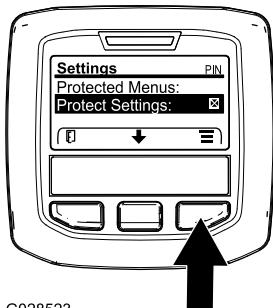

Bild 33
- Navigieren Sie vom Hauptmenü mit der mittleren Taste auf das Menü EINSTELLUNGEN und drücken Sie die rechte Taste (**Bild 33**).